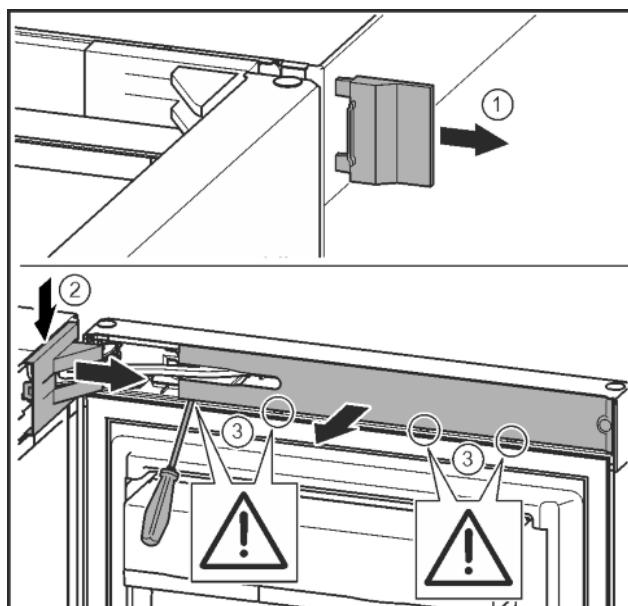

Fig. 11
- Снять внешнюю крышку. Fig. 11 (1)
► При помощи отвертки освободить от фиксаторов крышку опорного кронштейна и отсоединить. Снять крышку опорного кронштейна. Fig. 11 (2)
- Шлицевой отверткой вывести накладку из зацепления и отвести в сторону. Fig. 11 (3)